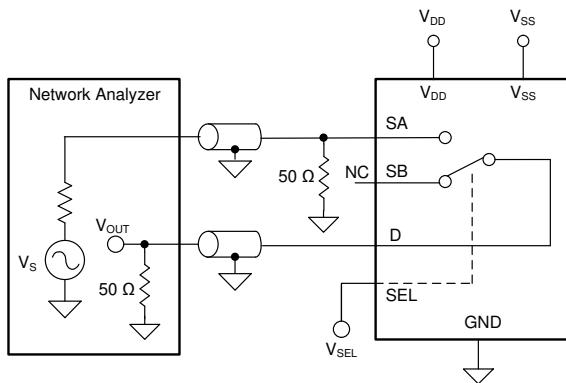

図 7-9. オフ絶縁測定時の設定
オフ絶縁は、 $1-V_{RMS}$ 信号がオフチャンネルのソースピン (SA または SB) に適用される時、TMUX6119 のドレインピン (D) での電圧として定義されます。図 7-9 に、オフ絶縁の測定に使用する設定を示します。式 2 を使用して、絶縁からの補正を計算します。